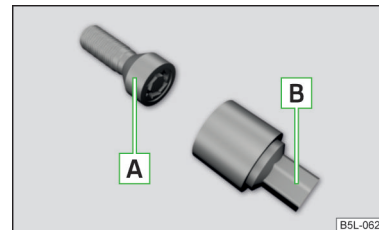

Abb. 209
Die Anti-Diebstahl-Radschrauben schützen die Räder vor einem Diebstahl. Diese lassen sich ausschließlich mit dem Aufsatzstück **[B]** » **Abb. 209 lösen/festziehen**.
- Das Aufsatzstück **[B]** » **Abb. 209** bis zum Anschlag auf die Anti-Diebstahl-Radschraube **[A]** stecken.
- › Den Radschlüssel bis zum Anschlag auf die Radschraube stecken. Für die Anti-Diebstahl-Radschrauben das zugehörige Aufsatzstück verwenden » Abb. 209 auf Seite 195.